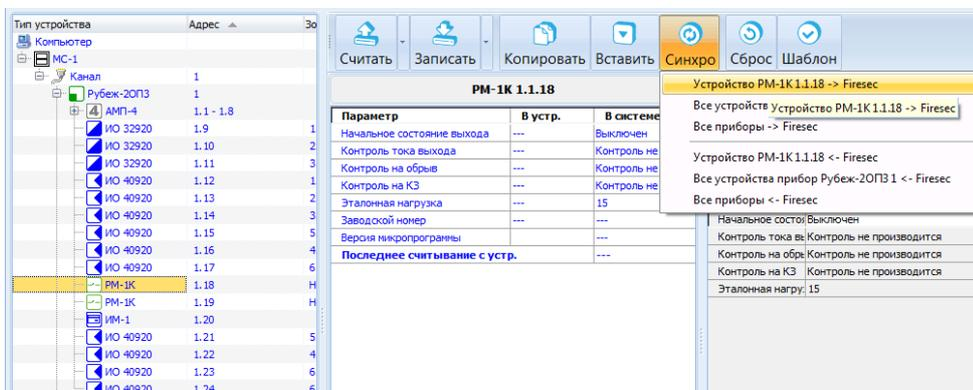

Рис. 4 Вкладка Конфигуратор, синхронизация параметров устройства PM-1K
- Чтобы выбрать нужное действие необходимо выделить нужное устройство в списке устройств, нажать на кнопку **Синхро** и выбрать действие из раскрывающегося списка (Рис. 4).